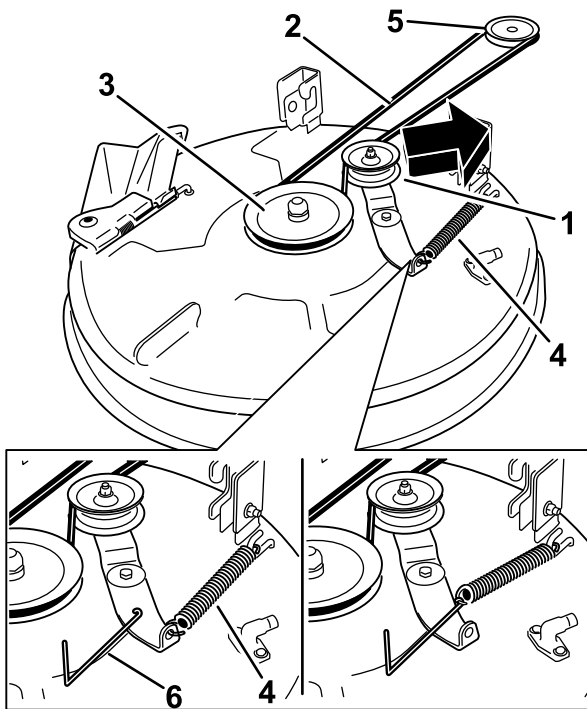
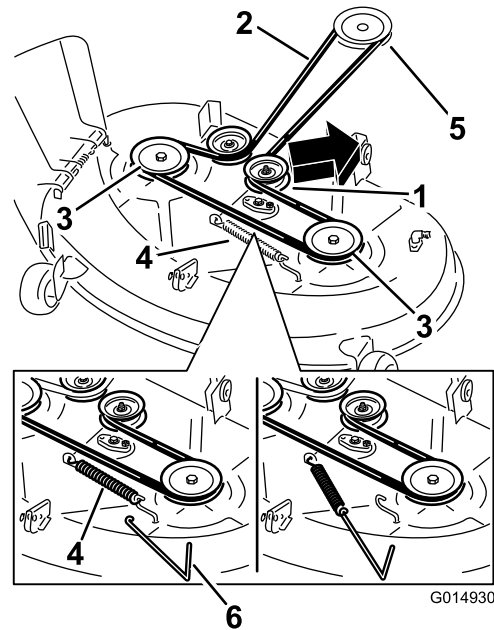

Figure 46
Figure 47
5. À l'aide d'un outil de dépose de ressort (réf. Toro 92-5771), décrochez le ressort du crochet sur le tablier pour détendre la poulie de tension et déchaussez la courroie des poulies (Figure 46 et Figure 47).
- Acheminez la courroie neuve autour de la poulie du moteur et des poulies du tablier de coupe (Figure 46 et Figure 47).
- À l'aide d'un outil de dépose de ressort (réf. Toro 92-5771), accrochez le ressort au crochet situé sur le tablier, puis exercez une tension sur la poulie de tension et la courroie du tablier de coupe (Figure 46 et Figure 47).